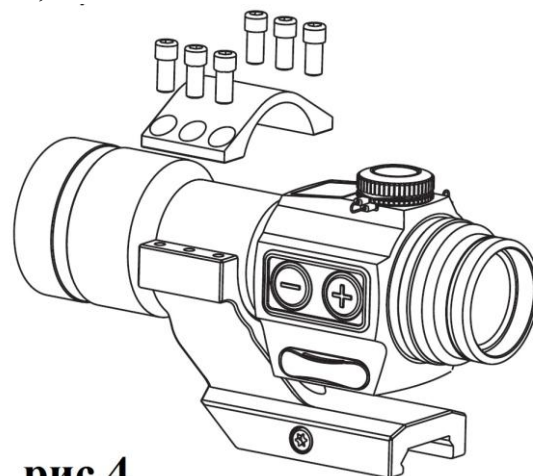

рис.4
- 2) Установите прицел на кронштейн, как показано на Рис.4.